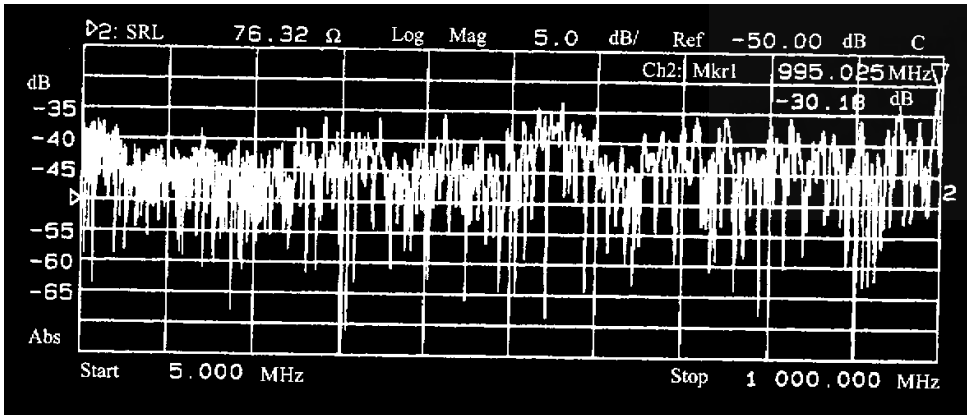

图 2 正确的电缆结构回波反射衰减检测波形
2) 一般电缆前端容易因搬动而造成弯曲变形,这将导致不良的检测结果,如图 2 所示为正确的电缆